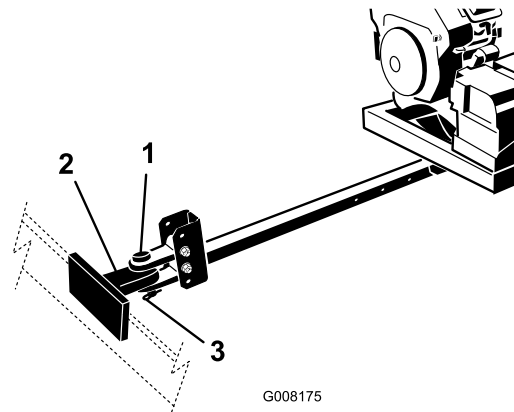

Figura 6
4. Collegate l'uncino dell'attacco di traino del soffiatore all'attacco di traino del veicolo trainante con il perno e l'uncino di traino (Figura 6).